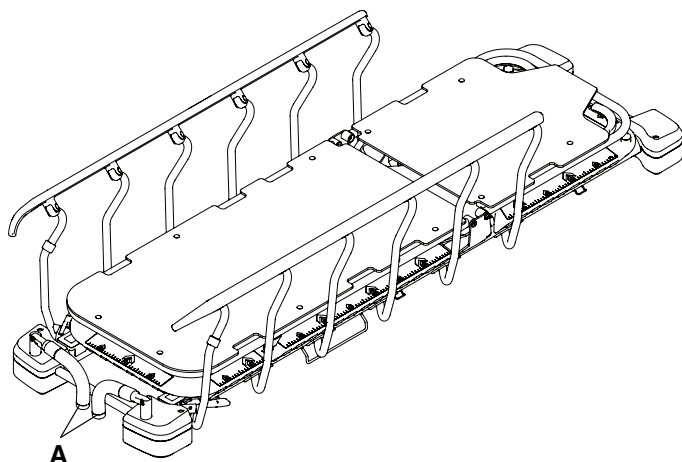

Abbildung 9 – Verstauen der Fußende-Schiebegriffe
4. Um die Fußende-Schiebegriffe (A) in die Parkposition zu bringen, die Schritte in umgekehrter Reihenfolge ausführen (Abbildung 9).